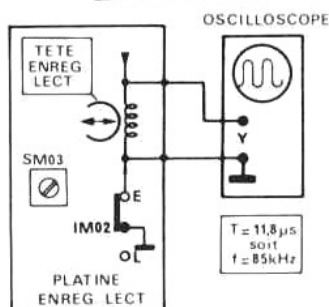

Fig. 5
B. REGLAGE DE LA FREQUENCE DE PREMAGNETISATION (Fig. 5)